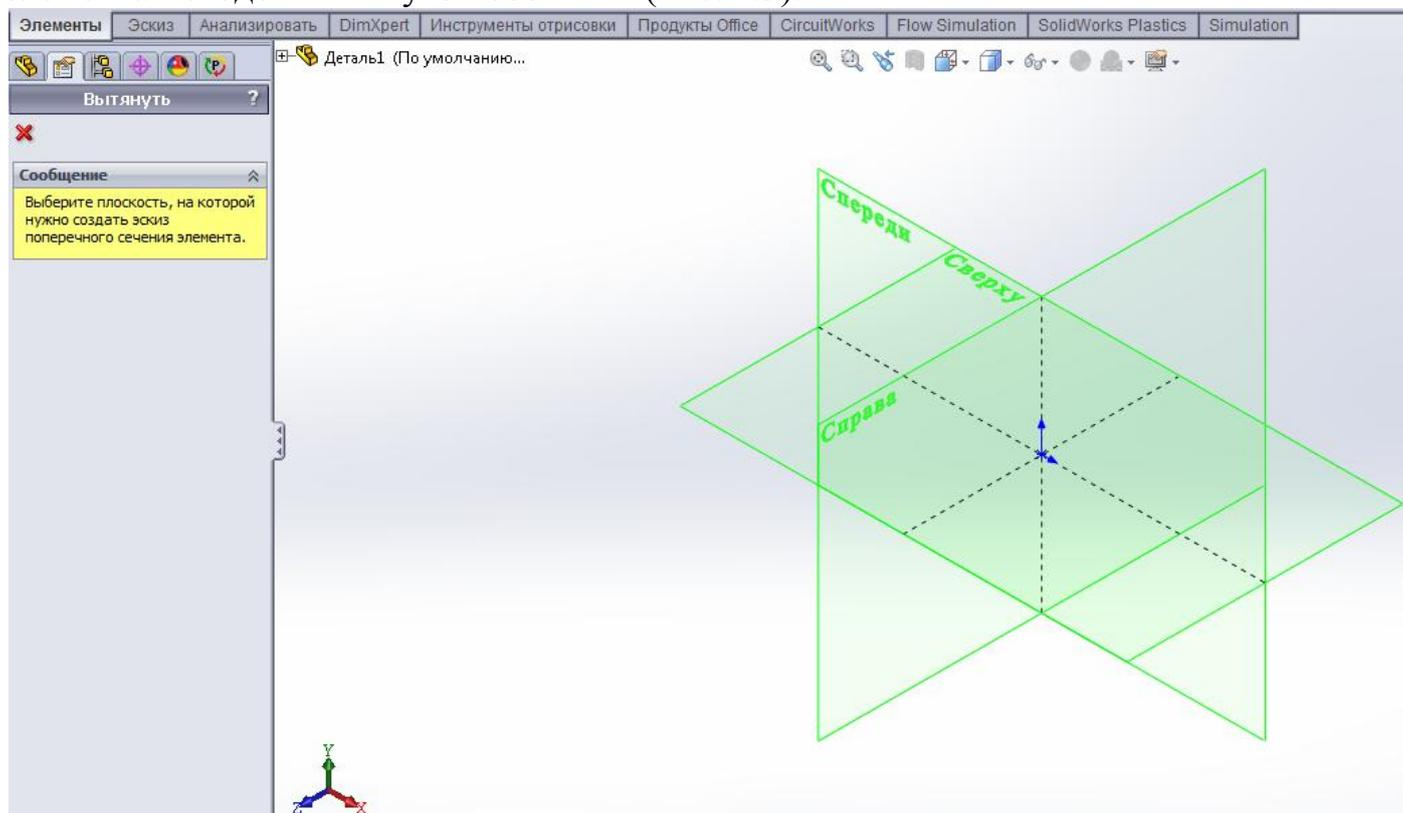

Рисунок 1.3. Графическая область при создании твердотельного элемента командой **Вытянутая бобышка/основание**.
2. На панели инструментов **Элементы** нажать кнопку **Вытянутая бобышка/основание**. При этом будет активизирована команда создания твердотельного элемента методом вытянутой бобышки (Рис. 1.3).